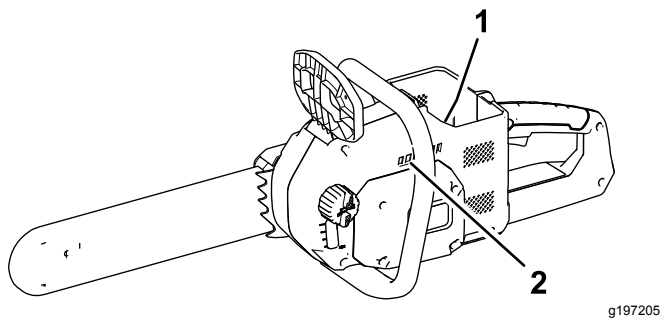

Figure 6
- Assurez-vous que les événements sur la tronçonneuse (Figure 5 et Figure 6) sont exempts de poussière et de débris.